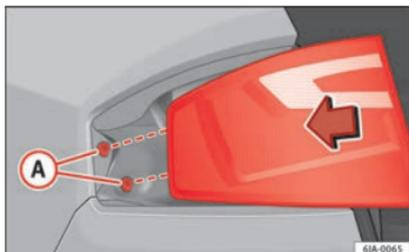

Fig. 102 Montar a unidade traseira.
- Pressione a unidade da luz traseira para trás (sentido de rotação do veículo) encaixando as fixações nos casquilhos de borracha » Fig. 102 A.